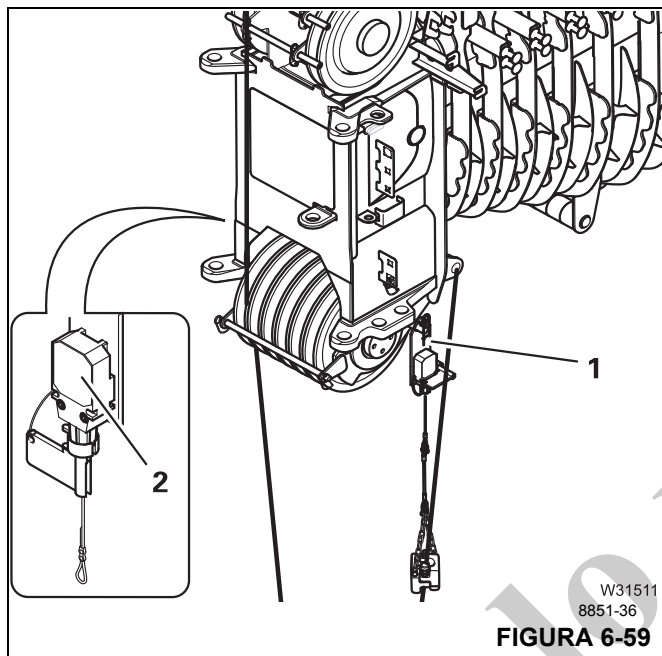

FIGURA 6-59
Si, por ejemplo, se ha conectado un peso del interruptor de prevención del contacto entre bloques a la izquierda del interruptor de prevención del contacto entre bloques (1, Figura 6-59), debe bloquear el interruptor de prevención del contacto entre bloques derecho (2), consulte *Bloqueo*, página 6-40.